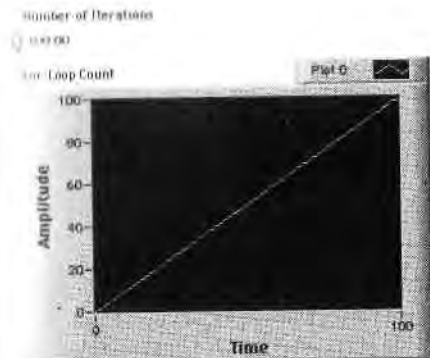

Рис. 6.8
2. Постройте лицевую панель и блок-диаграмму, показанную на рис. 6.8 и 6.9. Цикл с фиксированным числом итераций располагается в подпалитре **Структуры** палитры **Функции**. Команда **Разместить слева и справа** (Tile Left and Right) из меню **Окно** позволит вам увидеть одновременно лицевую и диаграммную панели.